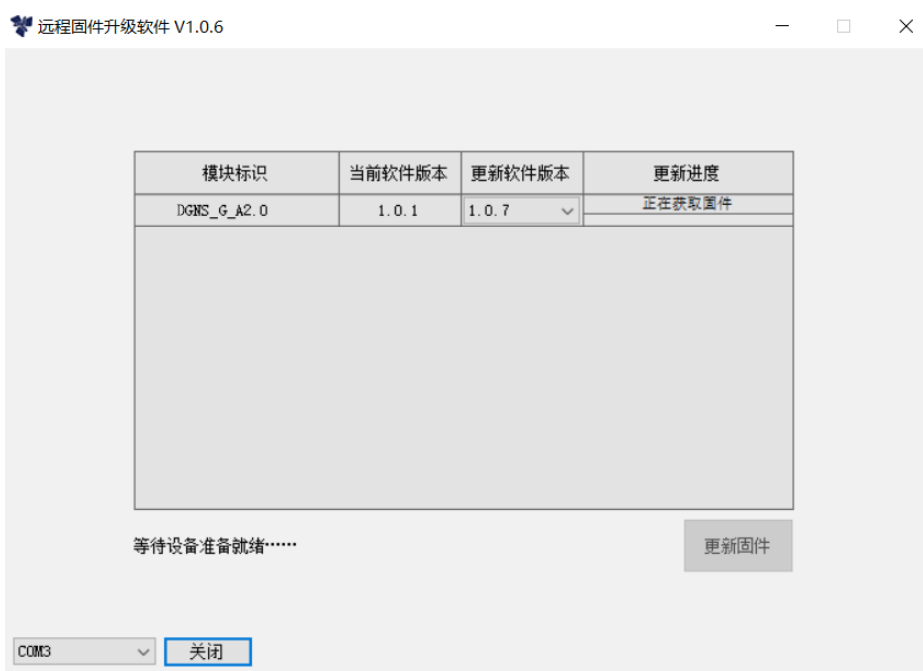

图 6-3 设备更新列表
4. 给 DGNS-G 上电，软件设备列表显示更新项，如图 6-3 所示。